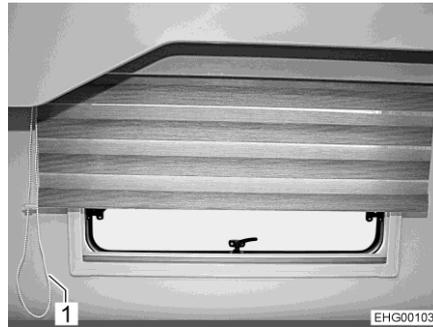

Fig. 110 Tenda a rullo Vario, zona di coda
- Tirare il filo della catenella (Fig. 110,1) che chiude la tenda a rullo Vario, finché la tenda a rullo Vario non si trova nella posizione desiderata.
- Tirare il filo della catenella (Fig. 110,1) che apre la tenda a rullo Vario, finché la tenda a rullo Vario non si trova nella posizione desiderata.